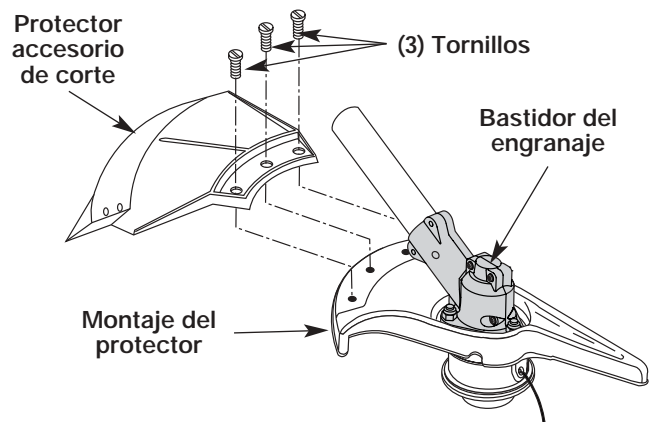

Figure 7
Saque el protector accesorio de corte del montaje del protector retirando los tres (3) tornillos con un destornillador de vástago plano (Fig. 7). Guarde las piezas para usarlas en el futuro.
Instale el protector accesorio de corte en el montaje del protector insertando tres (3) tornillos en el montaje del protector. Ajuste bien con un destornillador de vástago plano (Fig. 7).